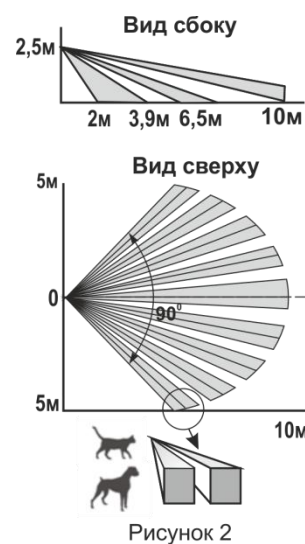

Рисунок 2
**2.1** Принцип действия основан на регистрации изменений потока теплового излучения, возникающих при пересечении человеком зоны обнаружения, которая состоит из чувствительных зон. Каждая чувствительная зона состоит из двух элементарных чувствительных зон (рисунок 2).